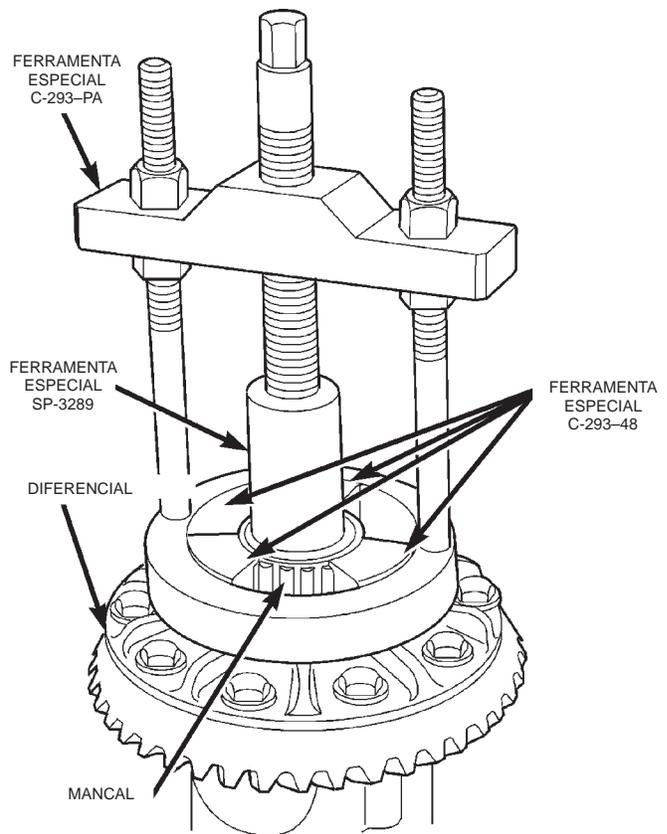

Fig. 21 Remoção do Rolamento do Diferencial — Eixo de 8 1/4
(1) Remova a caixa do diferencial da carcaça do eixo.
(2) Remova os rolamentos da caixa do diferencial com o Extrator/Prensa C-293-PA e:
- Adaptadores C-293-48 e Plugue SP-3289 para o eixo de 8 1/4 (Fig. 21).